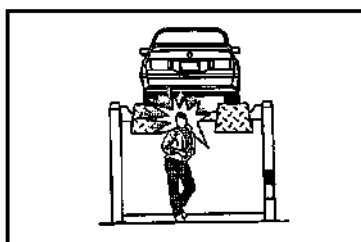

Рис. 28
- При поднятом подъемнике возможен риск ушиба о поднятые части подъемника (рис. 28)